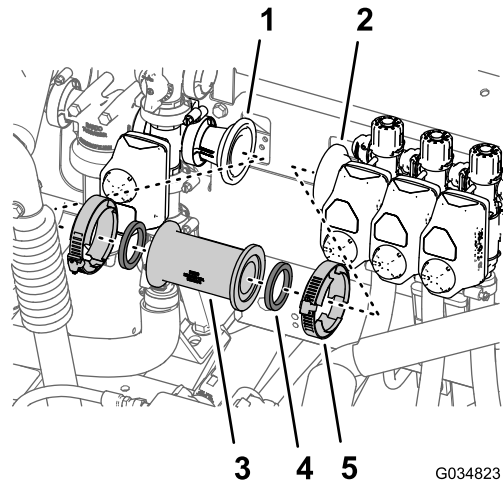

Figura 34
- A. Retire las 2 abrazaderas de brida que sujetan el tubo de acoplamiento a los adaptadores reductores en la válvula maestra de control y la válvula de sección de brazo izquierdo (Figura 34).
- B. Retire el acoplamiento recto y las 2 juntas de la máquina (Figura 34).